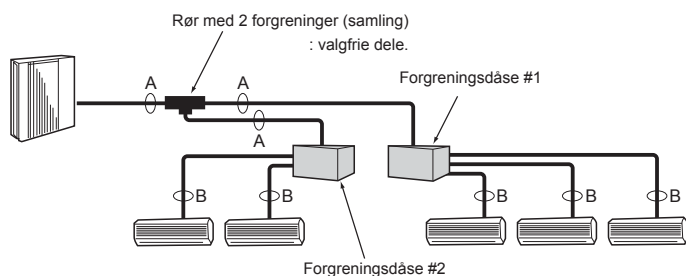

Fig. 4-3
4.3.2. Tilslutning med forgreningsboks (Fig. 4-3)